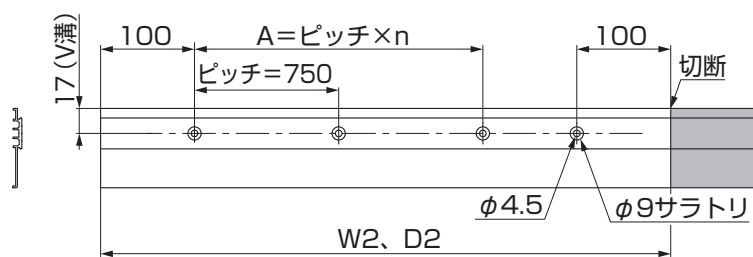

図9-8 部材を1本使用する場合
- ②間口側の下レールをW2で切断してください。(図9-8参照)
- ③出幅側の下レールをD2で切断してください。(図9-8参照)
- ④下レールの3本のV溝のうち、真ん中のV溝の位置に穴加工をしてください。(図9-8、図9-9参照)